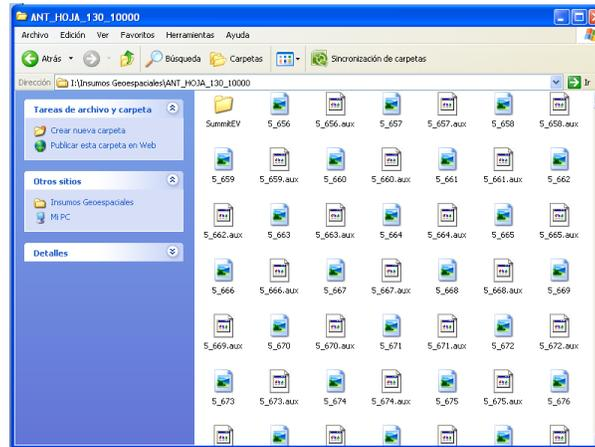

Figura 38. Visualización pares estereoscópicos
6. Redireccione “Image” a la carpeta donde se encuentran guardados los pares estereoscópicos del proyecto (I:\Insumos Geospaciales\Nombre-del\_Proyecto); de click en OK y nuevamente en OK. Espere a que cargue la información de proyecto desde las nuevas rutas para que pueda visualizar los pares estereoscópicos del proyecto.(Ver Figura 38).